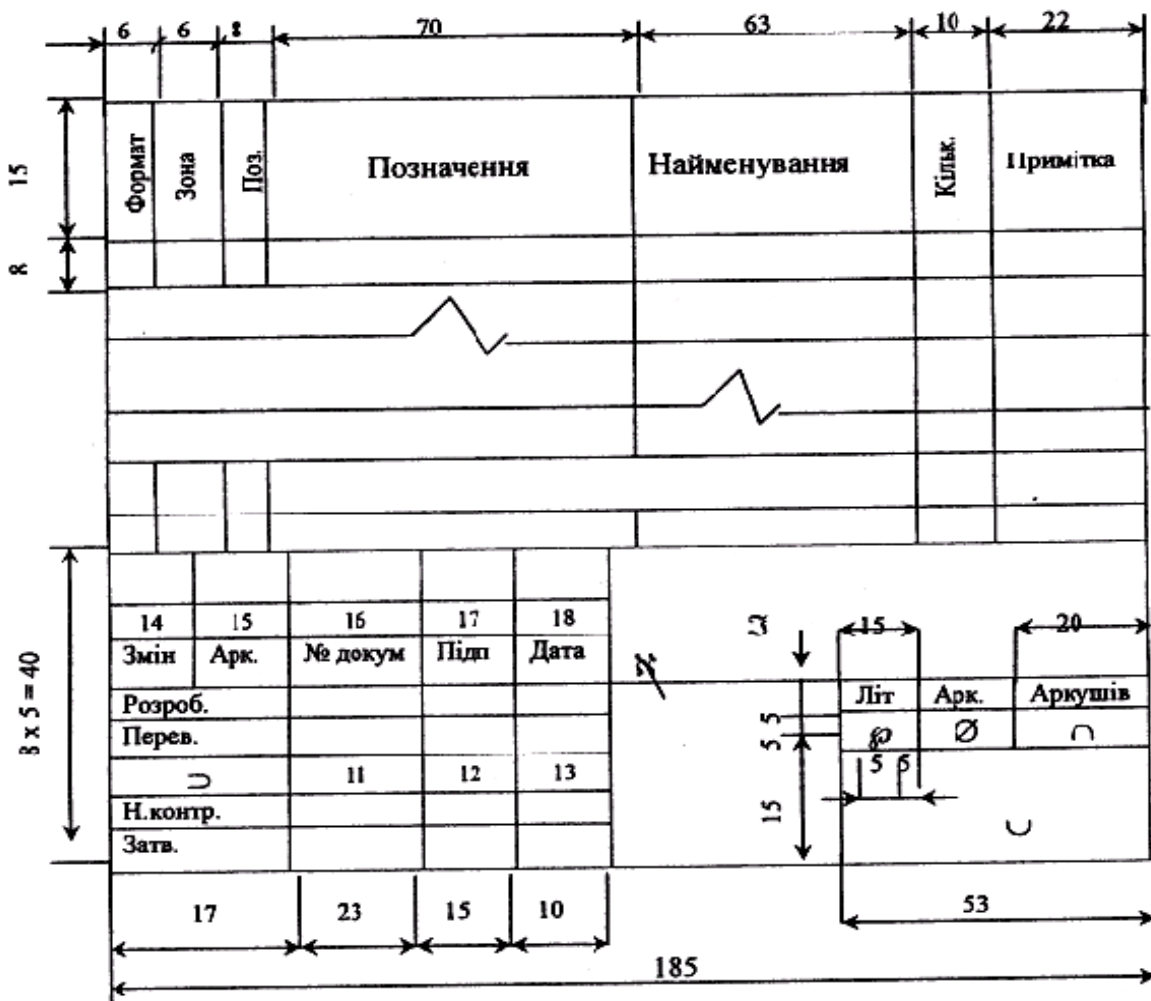

Рис. 1 -Основний напис заголовного аркуша специфікації
8.4. Специфікація здебільшого складається з розділів, що розташовуються у такій послідовності: документація, комплекси, складальні одиниці, деталі, стандартні вироби, інші вироби, матеріали, комплекти (рис. 1).